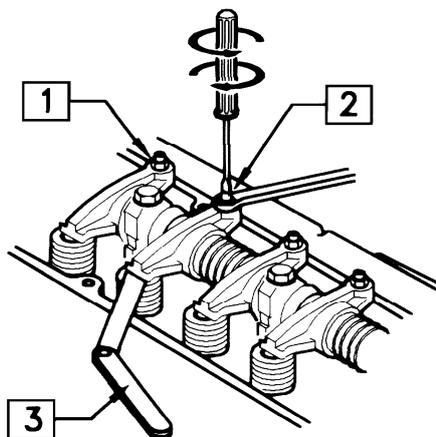

Fig. 7.2
(3) Régler le jeu des soupapes. (Fig. 7.2)
culbuteur (1) et pendant que l'on tourne la vis de fixation(2), régler le jeu des soupapes avec une jaugue (3) (Fig7.2).